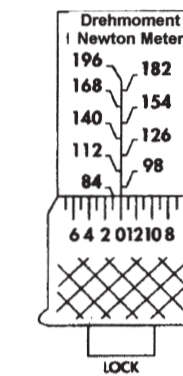

Abbildung 1
- (1) Drehen Sie den Kordelgriff auf die Markierung 84. Die Null auf der Griffseite muss in einer Linie mit der vertikalen Linie des Hebels liegen (siehe Abbildung 1).